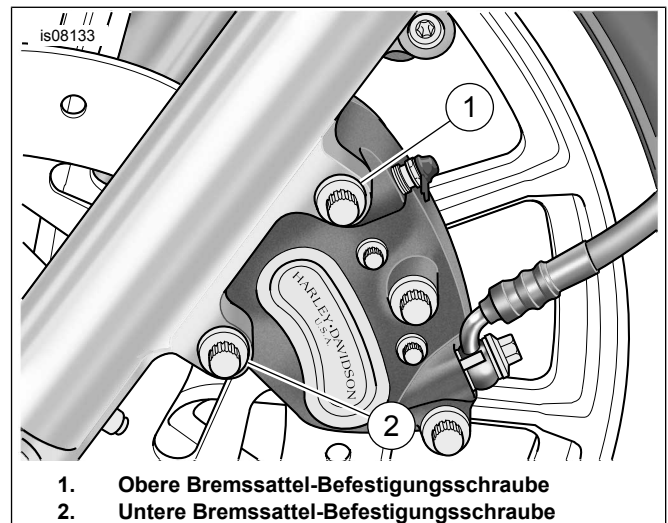

Abbildung 1. Bremssattel-Befestigungsschrauben entfernen
1. Siehe Abbildung 1. Bremssattel abstützen und die oberen und unteren Befestigungsschrauben des Bremssattels entfernen.